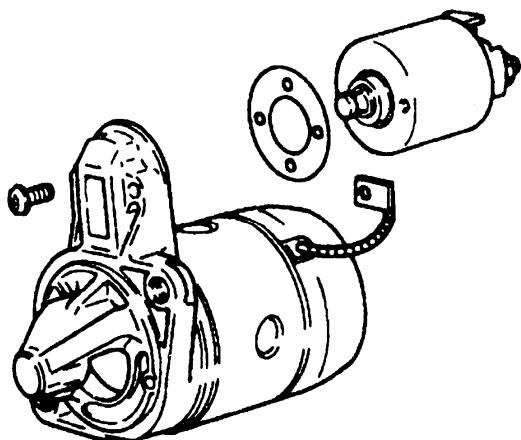

图 9-5
(5) 如果小齿轮间隙不在规定范围内, 用增加电磁开关与前盖间的垫片的方法予以调整 (见图 9-5)。